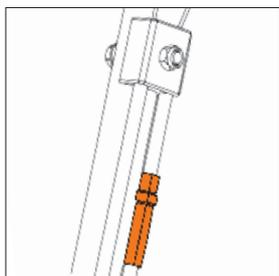

Рис. 46.1
- Ослабьте контргайки на стяжной регулировочной муфте троса (Рис. 46.1).